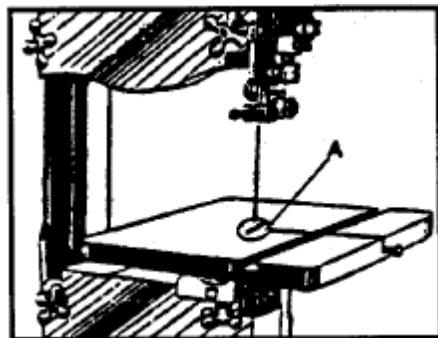
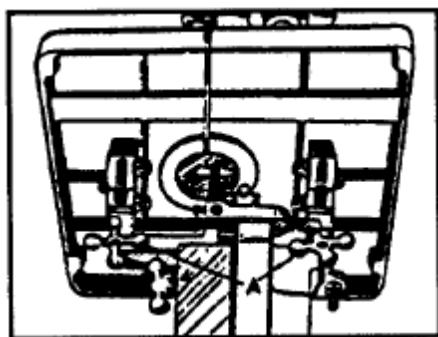

Рис. 15
Рис. 16
Поместить вставку стола (A), *Рис. 15*, в отверстие, предусмотренное в столе, обеспечив вхождение штифта стола в выемку вставки стола.
Стол станка можно наклонять под 45° вправо и под 10° влево. Для этого ослабить две звездообразных рукоятки (A), *Рис. 16*, наклонить стол под требуемый угол и обратно затянуть рукоятки (A).
Переместить стол так, чтобы вставка (A) стола, *Рис. 15*, была по ее центру. Затянуть винт (C), *Рис. 16*.